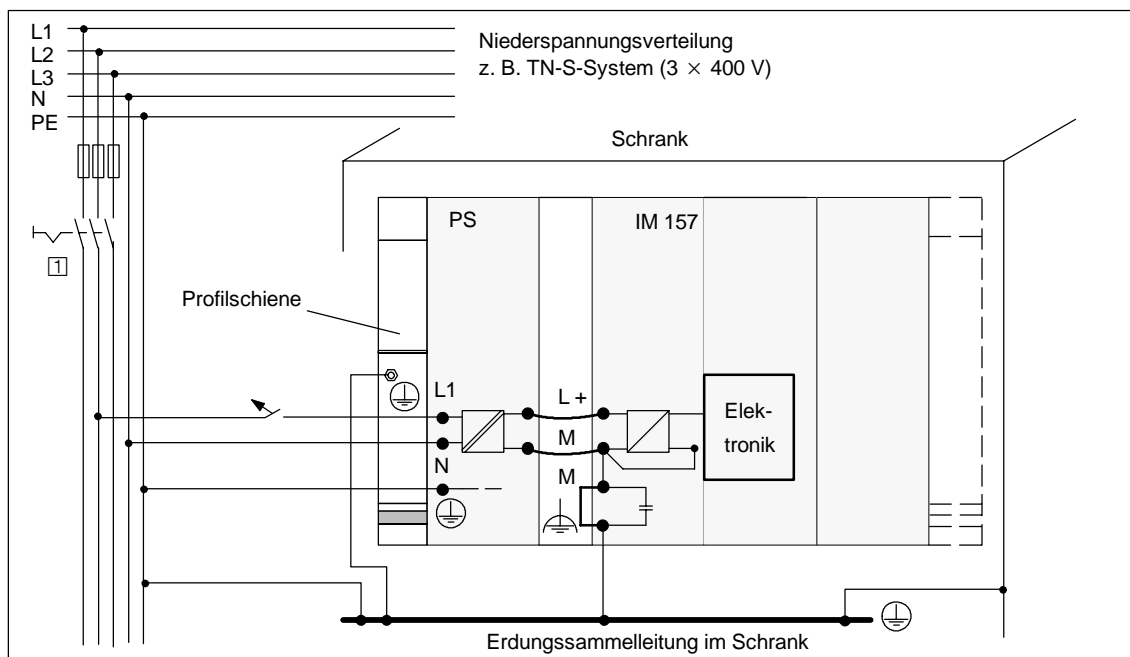

Bild 4 Y-Link an geerdeter Einspeisung betreiben
- Hauptschalter (Im Bild 4, [1]): DIN VDE 0100 Teil 460
- Trenner (Im Bild 4, [1]): DIN VDE 0113 Teil 1
Bild 4 zeigt die Stellung des Y-Link im Gesamtaufbau bei Einspeisung aus einem TN-S-Netz. Beim Aufbau des Y-Link mit geerdetem Bezugspotential werden auftretende Störströme zum Schutzleiter abgeleitet.